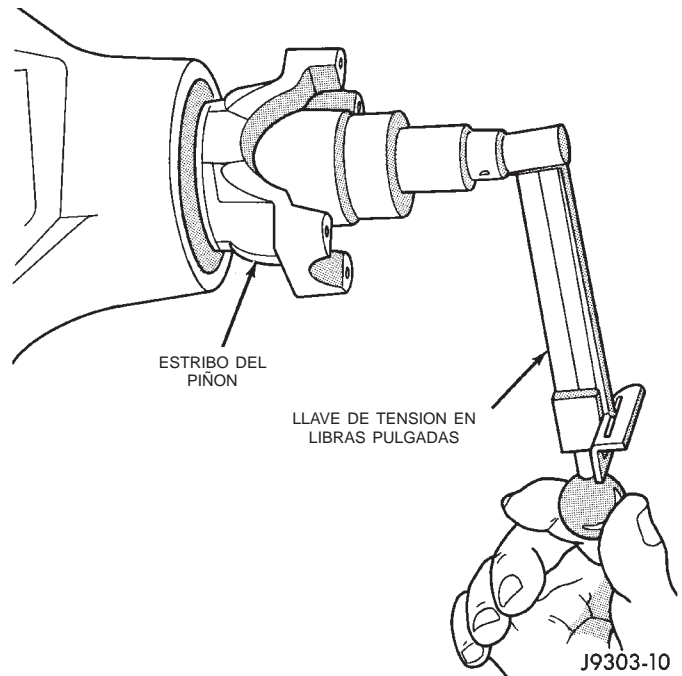

Fig. 19 Verificación de esfuerzo de rotación del piñón satélite—característico
(9) Apriete la tuerca lentamente en incrementos de 6,8 N·m (5 lbs. pie) hasta lograr el esfuerzo de rotación necesario. Mida con frecuencia el esfuerzo de rotación para evitar aplastar en exceso el separador (Fig. 19).
(10) Haga girar el piñón satélite un mínimo de diez veces. Verifique que el piñón gire suavemente. Compruebe la torsión de rotación con una llave de tensión en libras pulgadas (Fig. 19). La torsión necesaria para hacer girar el piñón satélite debe ser:
(11) Instale el conjunto del diferencial y los semiejes, según sea necesario.